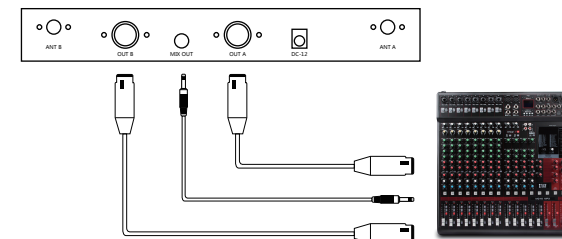

Abb.3
1. Installieren Sie die Antenne hinten (1). Die Antenne in die volle Position bringen. Siehe Abb.3.
(b) Symmetrischer Ausgang: Verwenden Sie Audio - Ausgangskabeln im XLR - oder "Cannon" -Typ, verbinden Sie ein Ende mit den symmetrischen Ausgangsbuchsen (6) des Empfängers und das andere Ende mit dem Eingang "MIC IN" des Mischpults oder Verstärkers, wie in Abb.3 gezeigt. (Die Charakteristik des 3-Pin-Anschlusses ist wie in Abb.5 gezeigt)